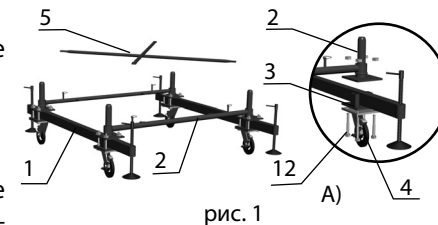

рис. 1
- Установить две балки базы (1) на винтовые домкраты. При помощи комплекта крепежа колес (13), к гантели базы (2) присоединить поворотные колеса (4) и нижние опоры базы (3) (рис. 1 А).
- Установить гантель базы флажковыми замками внутрь. На верхние флажковые замки гантели базы, установить стяжки базы (5) (рис. 1). При помощи винтовых домкратов выровнять вышку по горизонтали.